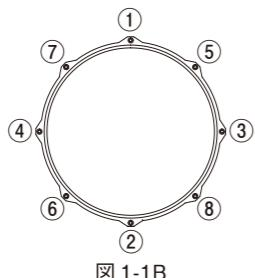

図 1-1B
- * ヘッドを張る際には、一箇所だけを強く締めないでください。最初はチューニングキーを使わず、指で締められる程度に各ボルトを締め、その後チューニングキーを使って図1-1Bのように対角線の順に少しづつ均等に締めるとうまくいきます。